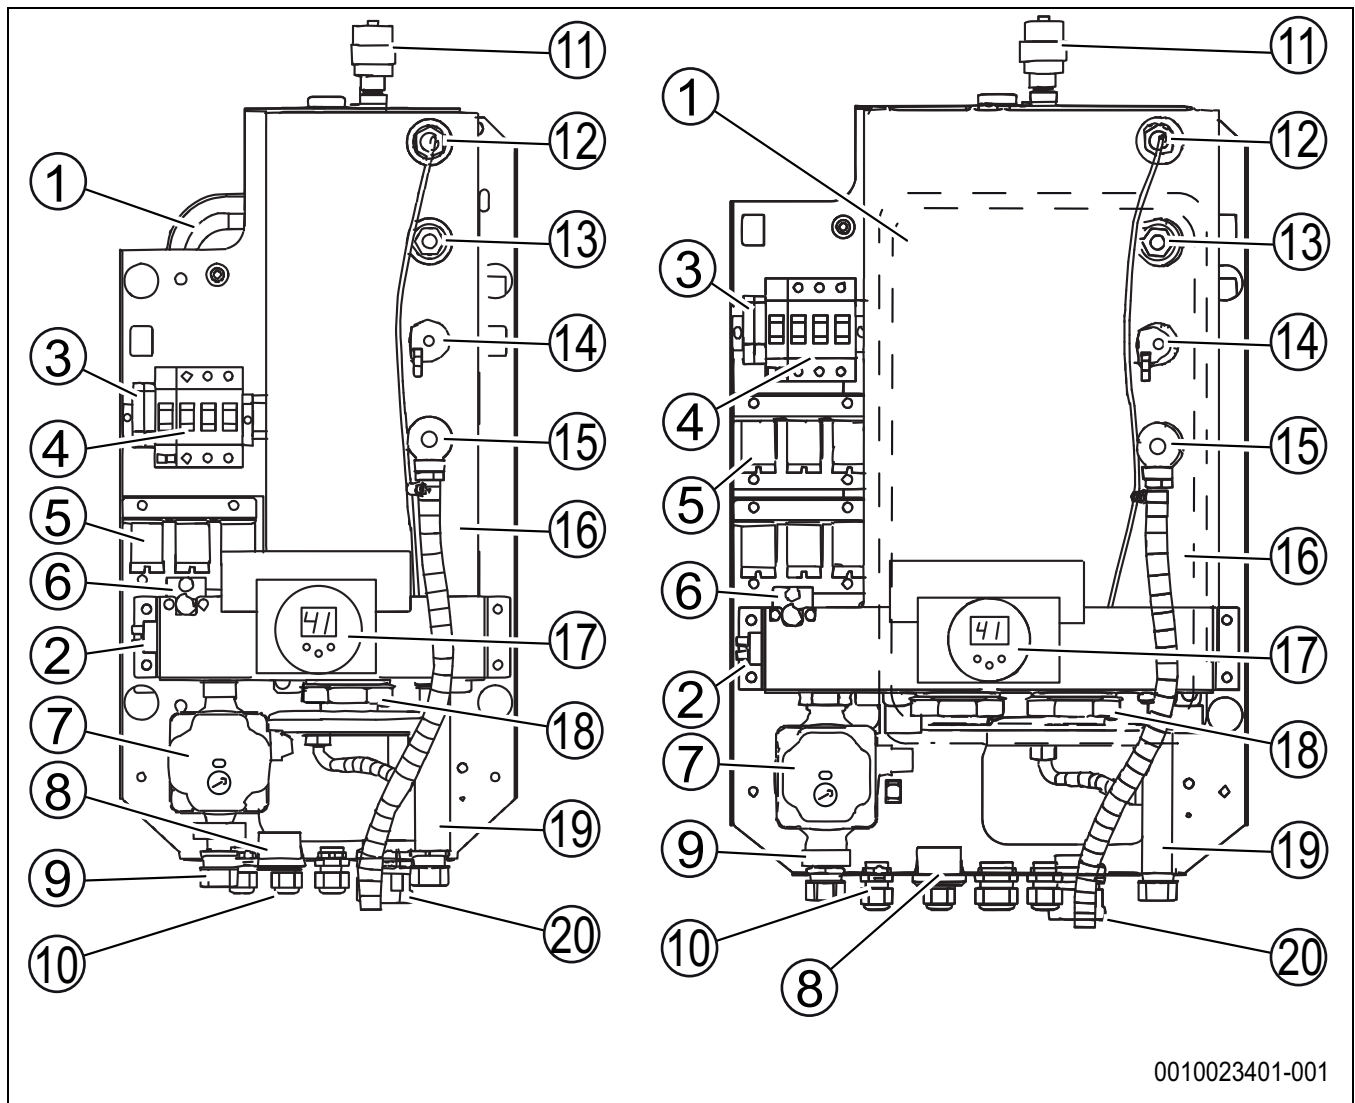

Fig. 1 Funksjonselementer til kjele Tronic Heat 3500 4-9 kW til 12-18 kW
- ▶ Sikkerhetsventilen må aldri lukkes (→fig. 1, s. 7, [15])